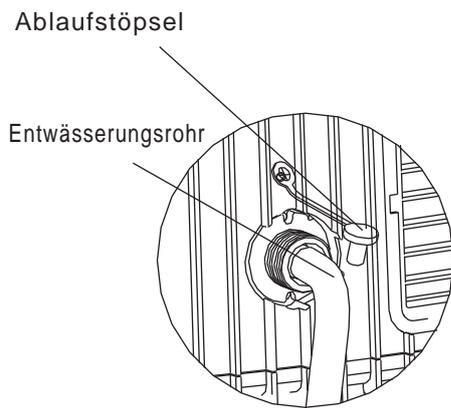

Abb.22
- Entfernen Sie den Gummistöpsel an der Rückseite des Geräts und schließen Sie den Ablaufschlauch an. Legen Sie das offene Ende des Schlauchs direkt über einem Ablauf Ihres Fußbodens (Abb. 22 und 23).